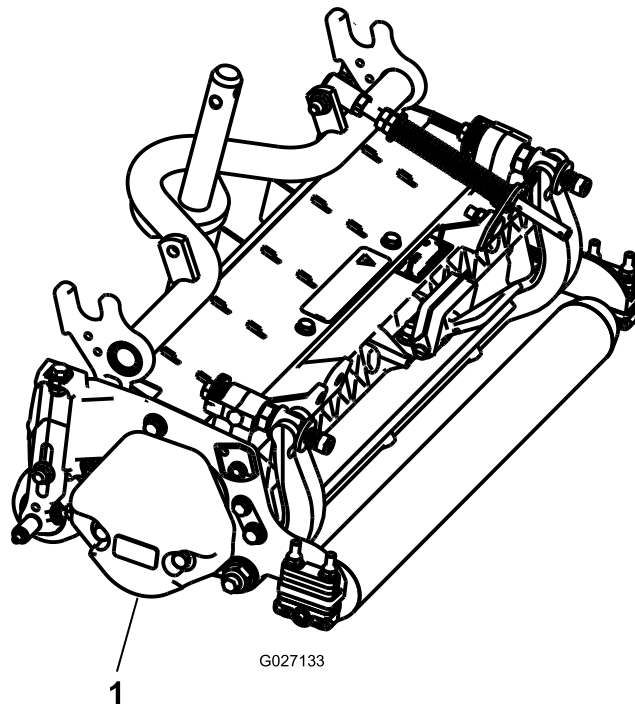

图 4
3. 按照配重块套件图 4 安装说明的描述确保将配重块安装到滚刀组正确的一端上。